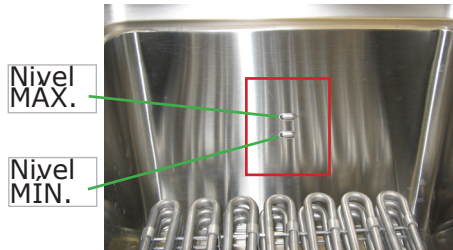

Fig. 7
- Cierre el grifo de desagüe y llene la cuba, al menos hasta la muesca de MÍN. y sin superar la muesca de MÁX. que están dentro de la cuba (fig. 7), con aceite o grasa de freír.
No ponga en funcionamiento la freidora antes de llenar de aceite la o las cubas hasta la muesca de MÍN. y sin superar la muesca de MÁX. que están dentro de la cuba, (fig.7).